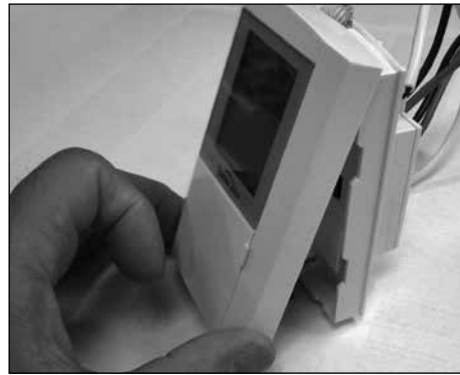

Figure 3
2. Desserrer la vis en bas du panneau avant et soulever le panneau avant de la manière indiquée à la figure 3.